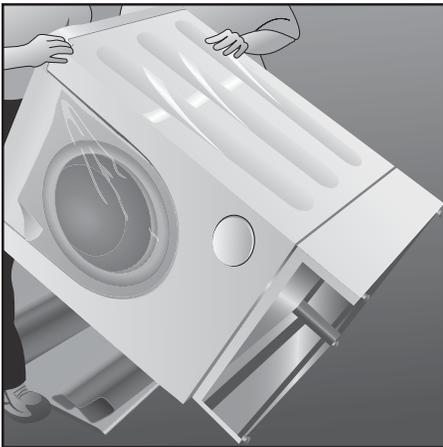

Figure 9
7. Remettre à la verticale l'assemblage laveuse/sécheuse et socle (demander l'aide d'une autre personne). Voir la **figure 9**.